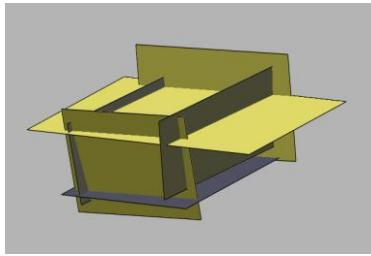

图 4.70 显示片体
12) 隐藏面片、草图、实体，显示片体，如图 4.70 所示。